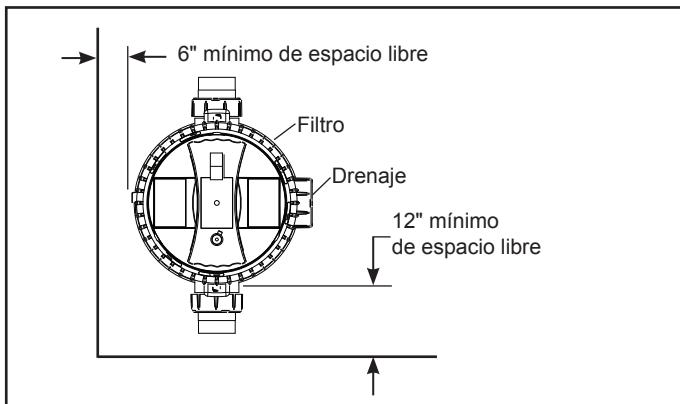

Figura 1. Ubicación del filtro, vista superior
- Instale controles eléctricos a al menos cinco (5) pies del filtro. Esto permitirá que haya espacio suficiente para pararse lejos del filtro durante la puesta en marcha.
- Deje un espacio libre suficiente alrededor del filtro para permitir una inspección visual del anillo de abrazadera. Consulte la Figura 1.